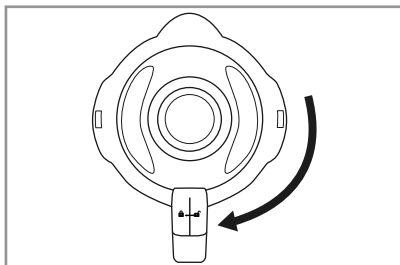

Abb.2
- 4) Drücken Sie den Deckel **2** versetzt wieder fest auf den Mixaufsatz **3** auf. Schließen Sie den Deckel **2**, indem Sie ihn im Uhrzeigersinn in die Position **8** drehen, bis er hörbar einrastet (siehe Abb. 2). Achten Sie darauf, dass die Ausgießnahe am Mixaufsatz **3** verschlossen ist. Nur wenn der Deckel **2** bündig aufgesetzt ist, kann der Motor starten.